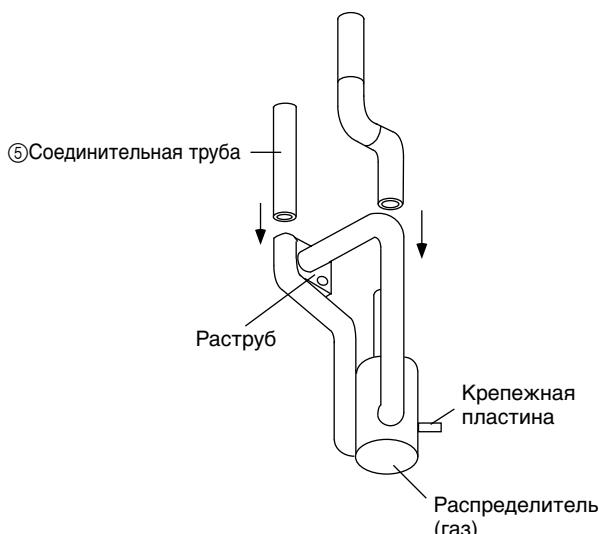

Рис. 5
(3) Припаяйте соединительную трубу (⑤) и трубопровод, собранный на этапе (2), к распределителю (газ) извне прибора. Порядок сборки изображен на Рис. 5. При пайке трубопровода охлаждайте припаваемый участок трубопровода на стороне распределителя при помощи увлажненной тряпки для предотвращения перегрева.